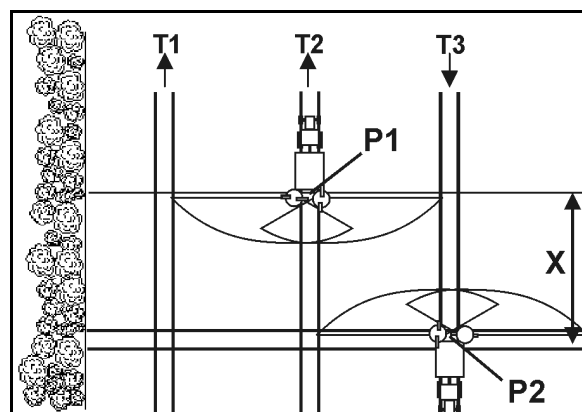

Рис. 87
- Откройте запорную заслонку при въезде на технологическую колею в точке Р1 (Рис. 87), если распределяющий диск при прохождении участка Х технологической колеи разворотной полосы был снят.
- Закройте запорную заслонку перед выездом с технологической колеи в точке Р2 (Рис. 87), если распределяющие диски находятся на уровне первой технологической колеи разворотной полосы.